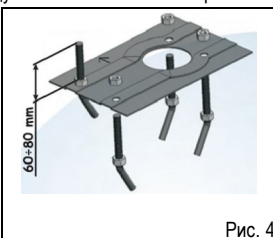

Рис. 4
1. Установку монтажной панели следует выполнять согласно рис. 4.